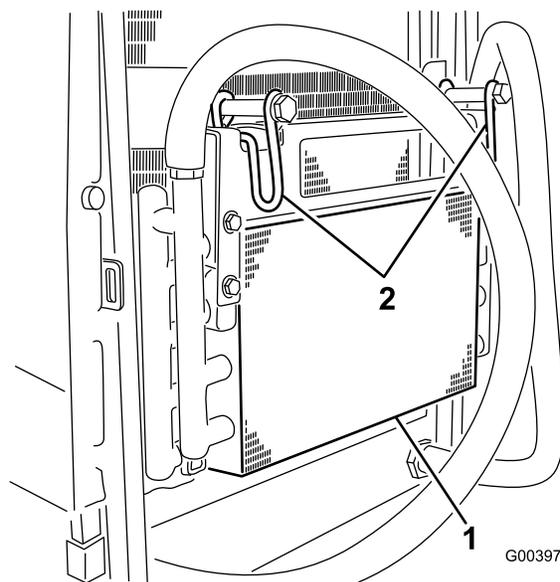

Figure 58
6. Pivotez le verrou vers l'intérieur pour dégager le refroidisseur d'huile (Figure 58).